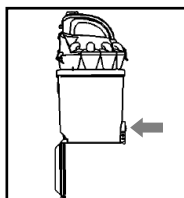

Fig. 5
- Pour vider le réservoir, appuyez sur le clip d'ouverture (■) du couvercle du réservoir (Fig. 5) et celui-ci s'ouvrira. Prenez soin de placer le récipient sur la poubelle ou un sac avant d'ouvrir le couvercle.